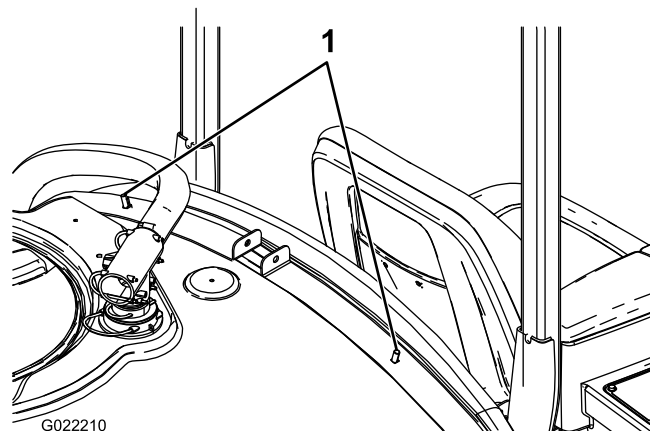

図 2
2. タンク前部固定ベルトの内側の穴にキャリッジボルト(2本)を取り付ける(図2)。